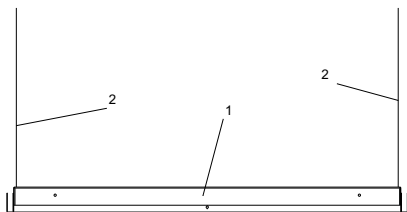

Рисунок 3
2.4 Встраиваемый монтаж производить в потолки типа «Грильято» для светильника ДВО 2001 (см. рис. 3). Светодиодную панель (1) установить в ячейку 590×590 мм потолка типа «Грильято» как показано на рисунке 3, подвесить светильник к несущему потолку крепёжными элементами (2). Крепёжные элементы (2) в комплект поставки светодиодной панели не входят.